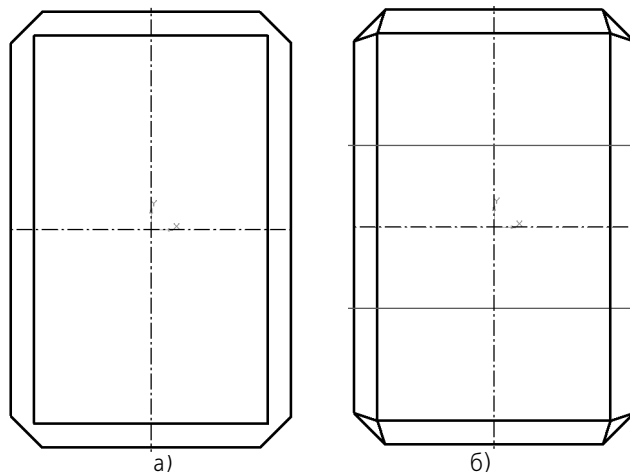

Рис. 45.23. а) Построение фасок б) Построение вспомогательных прямых
- 8.3. В углах внешнего прямоугольника постройте 4 фаски длиной 8 мм под углом 45° (рис. 45.23, а).
- 8.4. В каждом из углов крышки постройте по два отрезка, соответствующих линиям пересечения граней (рис. 45.23, б).
- 8.5. Постройте две вспомогательные прямые, параллельные горизонтальной оси симметрии на расстоянии 21 мм по обе стороны от нее (рис. 45.23, б).